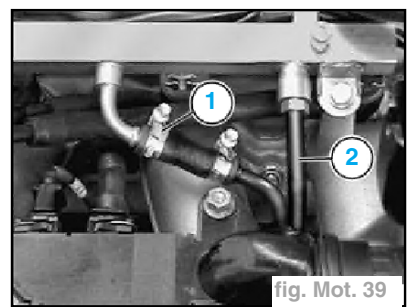

fig. Mot. 39
- le collier (1) de la conduite de retour de carburant. (fig. Mot. 39)
- Débrancher la conduite (2) au niveau du raccord. (fig. Mot. 39)